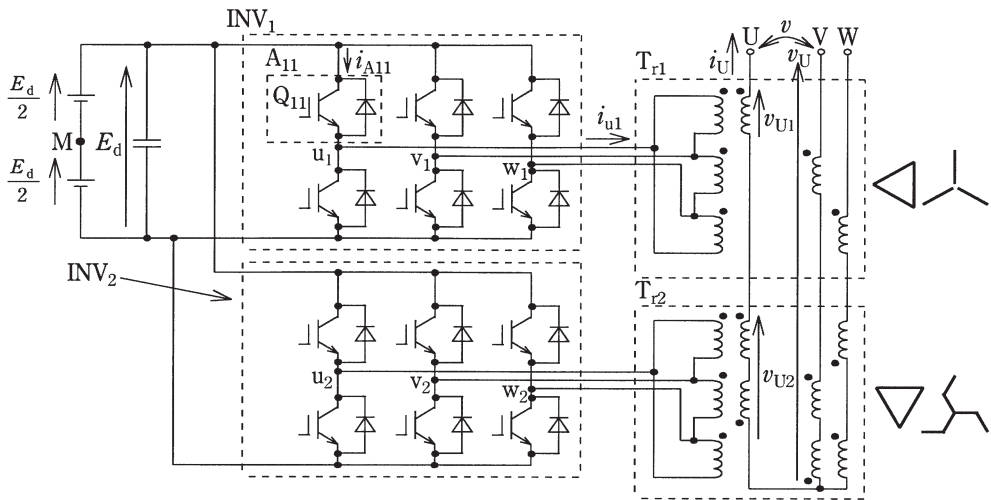
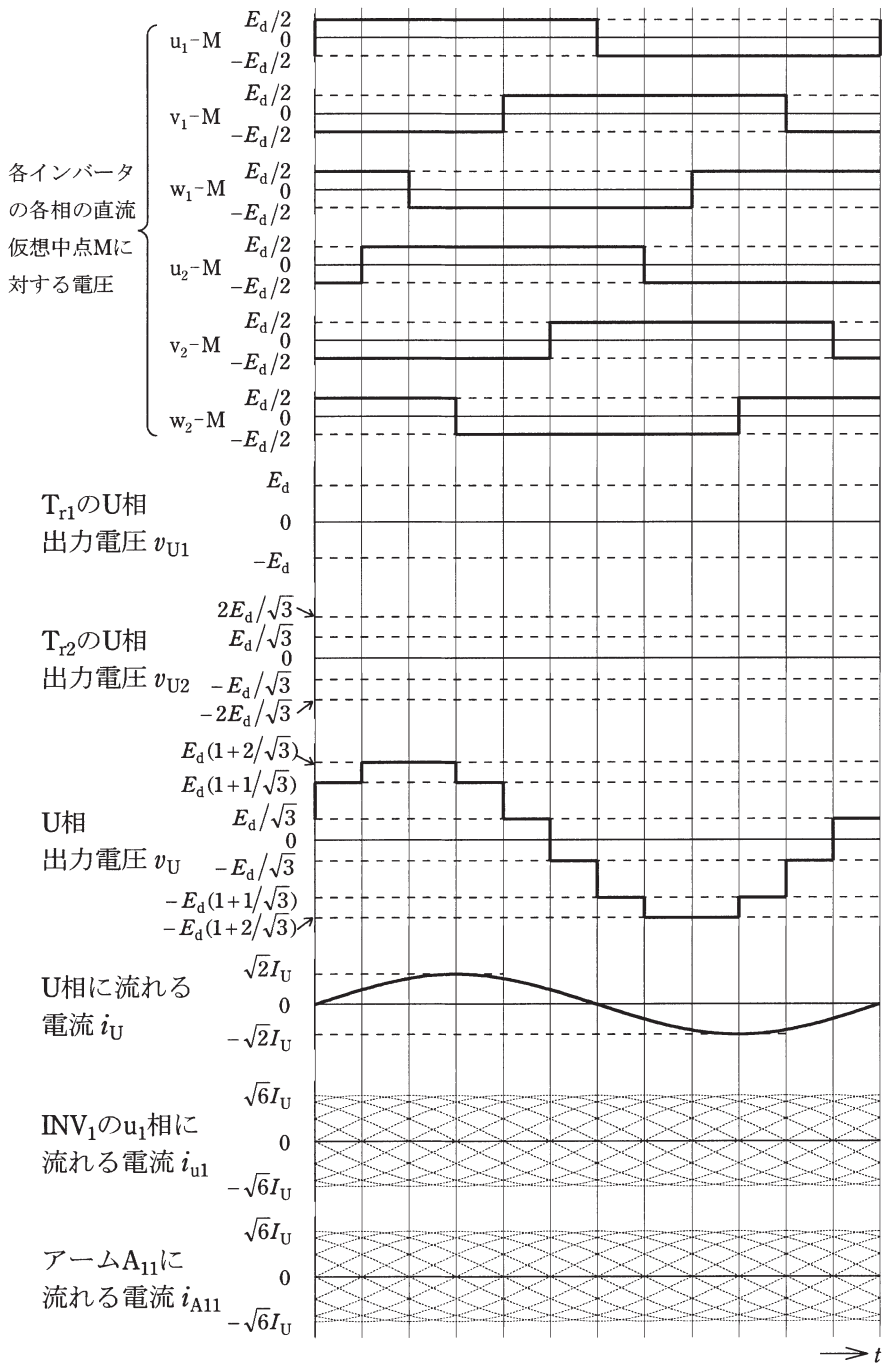

図1 2多重インバータ装置
図2 各部の波形
問3 図1は、三相ブリッジ接続の電圧形自励 IGBT インバータ 2 台を変圧器で直列に多重接続した 2 多重インバータ装置の主回路である。
インバータ INV_1 及び INV_2 は、直流の仮想中点 M に対する各相の電圧波形が図2のようになって動作している。変換装置用変圧器 T_{r1} は、巻線の巻数比が $1:1$ である。変換装置用変圧器 T_{r2} は、直流側（インバータ側）が 1 に対して交流側（出力側）は $\frac{1}{\sqrt{3}}$ の巻数比の 2 組の巻線を図1に示すように千鳥結線している。次の問に答えよ。
- (1) 答案用紙に図2と同じ図が印刷されているので、このときの T_{r1} の U 相出力電圧 v_{U1} の波形、及び T_{r2} の U 相出力電圧 v_{U2} の波形を太い線で明確に描け。
- (2) 平衡した三相負荷を出力端子に接続したとき、 U 相には高調波成分を無視して図2に示す電流 i_U が流れた。答案用紙に図2と同じ図が印刷されているので、このときの INV_1 の u_1 相電流 i_{u1} の波形、並びに IGBT Q_{11} 及びその逆並列ダイオードで構成されたアーム A_{11} に流れる電流 i_{A11} の波形を太い線で明確に描け。
- (3) 2 多重インバータ装置の出力端子における線間出力電圧 v の基本波実効値 V_{rms} を、直流電圧 E_d を用いて表せ。
問4 フィードバック制御系について、次の問に答えよ。ただし、図2中のゲイン K は正の実数とする。